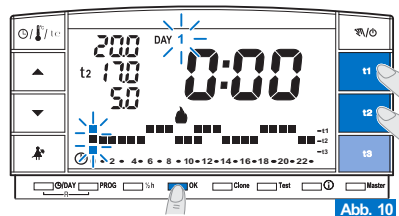

Abb. 10
- Für jede Stunde des Tages die gewünschte Temperatur bestätigen (Komfort, Sparmodus, Abwesenheit), indem die Tasten **t1**, **t2** und **t3** betätigt werden (bei jedem Tastendruck wird bestätigt und der Digit verschiebt sich auf die nachfolgende Stunde, die entsprechende Uhrzeit wird auf Display angezeigt), bis das 24-Stunden-Diagramm für den ersten Wochentag, **Montag** vervollständigt ist; die beiden Digits leuchten auf **0:00** Uhr (Bsp. Abb. 10).